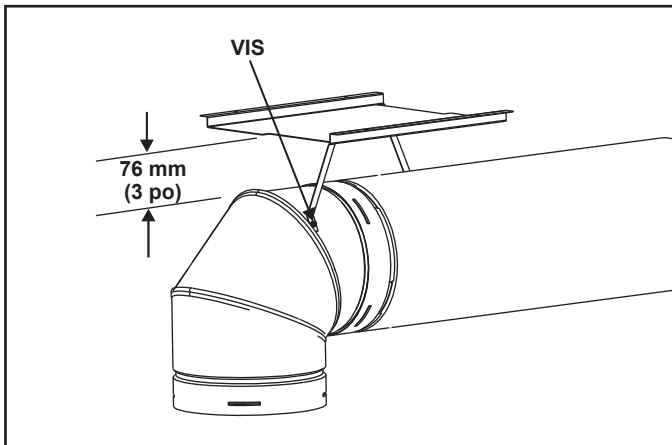

Figure 4.11
- Si les matériaux inflammables ne sont pas en place au moment de l'installation, l'écran thermique coudé peut être vissé au tuyau d'évacuation (voir la figure 4.11). Coupez les languettes comme il est indiqué et pliez vers le bas. Fixez l'écran thermique au tuyau en maintenant 76 à 102 mm (3 à 4 po) entre le tuyau et l'écran.